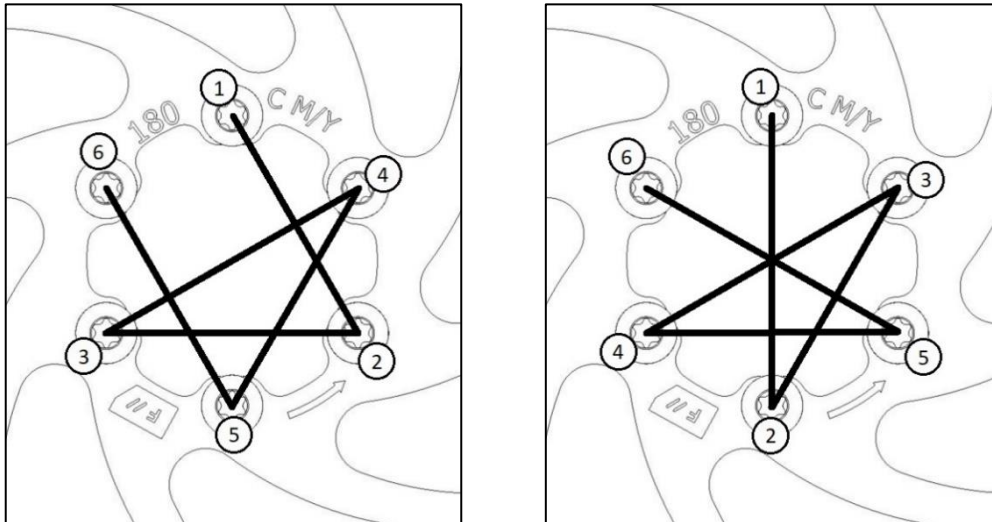

Abbildung 1 - empfohlene Anziehreihenfolge 1 und 2
- Anschließend mit Drehmoment (siehe Tabelle 1, S. 4) kreuzweise anziehen (empfohlene Anziehreihenfolge entsprechend Abbildung 1)